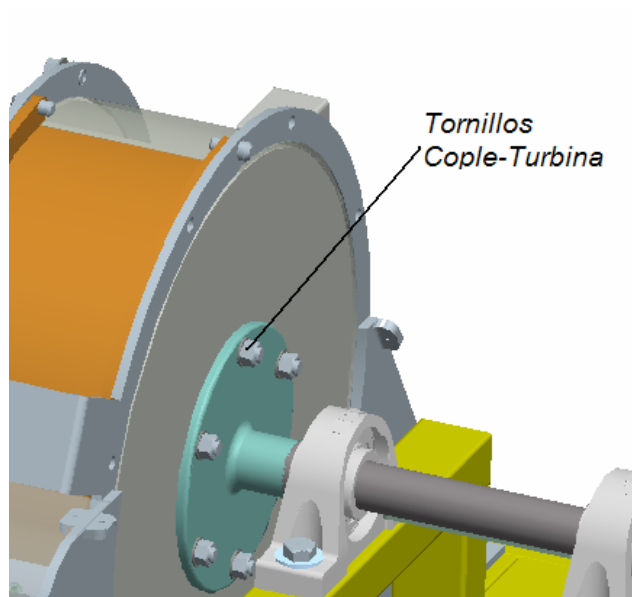

Figura B.8. Tornillos del cople.
4.-Verificar que todos los tornillos del cope y la turbina estén bien apretados cada 160 hrs de servicio (ver figura B.8).